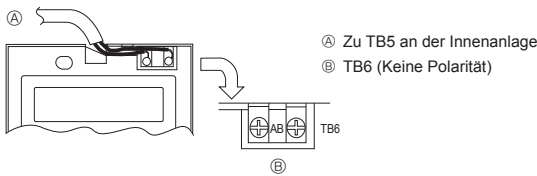

Fig. 6-5
2) Anschlußverfahren (Fig. 6-5)